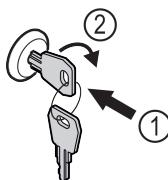

Fig. 176
- Uvucite ključ. Fig. 176 (1)
- Okrenite ključ za 90° nadesno. Fig. 176 (2)